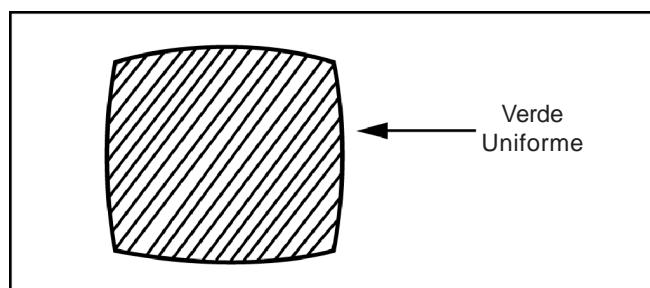

Fig.6
9. Lentamente empurre a bobina defletora e fixe-a onde um campo verde uniforme for obtido (Fig. 6).